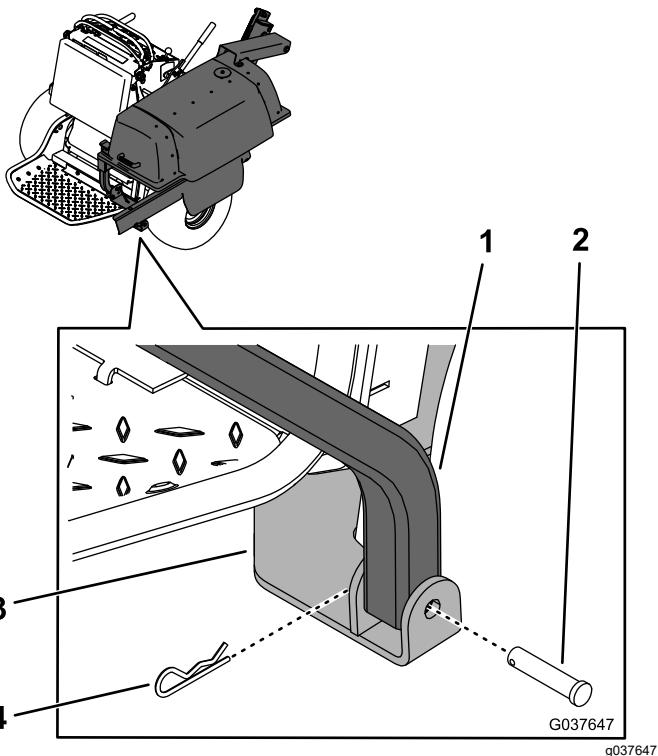

Bild 13
- Bitten Sie eine zweite Person um Hilfe und heben Sie den Rahmen des Heckfangsystems an; befestigen Sie die untere Rückseite des Rahmens mit einem Lastösenbolzen und einem Splint an der unteren Befestigungshalterung (Bild 13).